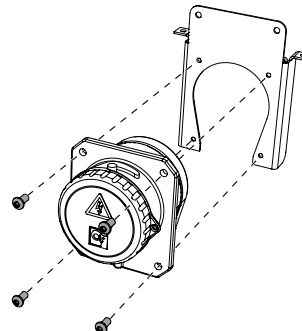
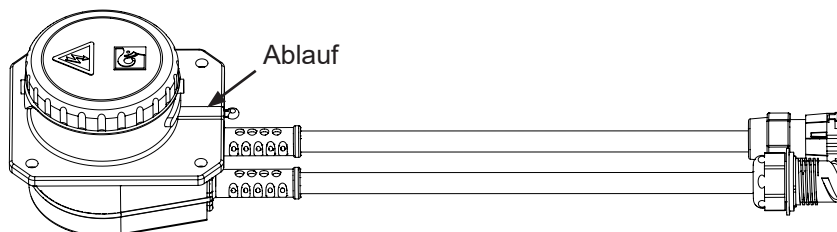

Abb. 55. Montage des Hauptschalters an der Universalhalterung
Abb. 56. Hauptschalter
1. Montieren Sie den Hauptschalter an der Halterung neben der Bedienvorrichtung CD 19 bzw. an einer gut geschützten Stelle mit Universalhalterung, siehe Abb. 55 und Abb. 56.